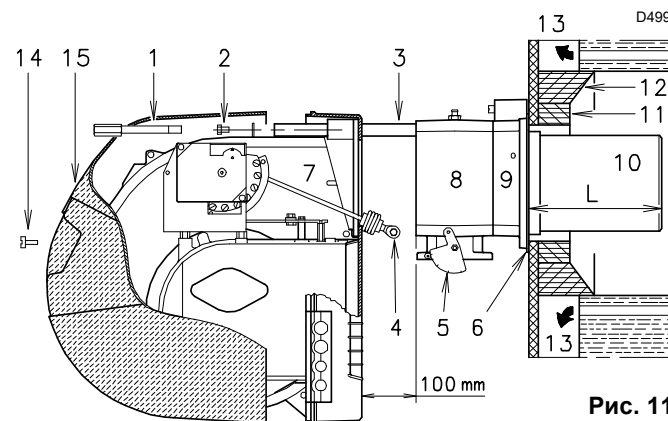

Рис. 11
Для котлов с водоохлаждаемой передней стенкой облицовка огнеупорным материалом 13)-14) (Рис. 11) необязательна, если это не требуется заводом-изготовителем.
- Отсоедините головку горения от остальной части горелки, как показано на Рис. 11:
- Закрепите фланец 9) (Рис. 11) к плите котла, вставив тепловой экран 6) (Рис. 11) из комплекта поставки. Используйте также 4 винта из комплекта, предварительно покрыв резьбу защитным покрытием для предотвращения заедания. Уплотнение между горелкой и котлом должно быть герметичным.